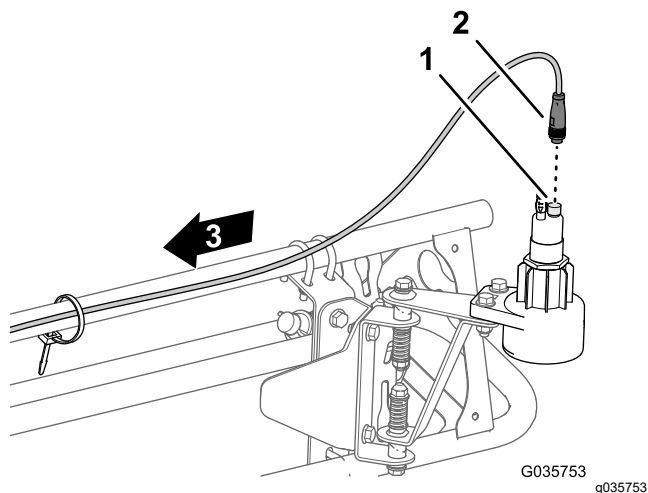

Figura 22
- Ligue o conector de 4 tomadas redondo da cablagem do sensor ao conector de 4 pinos do sensor (Figura 22).